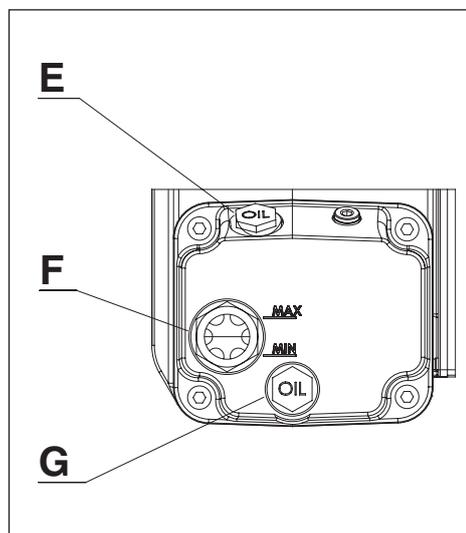

Fig.7
Eseguire il primo riempimento attraverso il tappo (E) sino alla metà dell'indicatore di livello (F) e richiudere il tappo (E) (Fig.7).
Carry out the first filling up through the plug (E) up to the half of the sight glass (F) and close the plug (E) (Fig.7).
Please refer to figure 7 cap. 5.7.